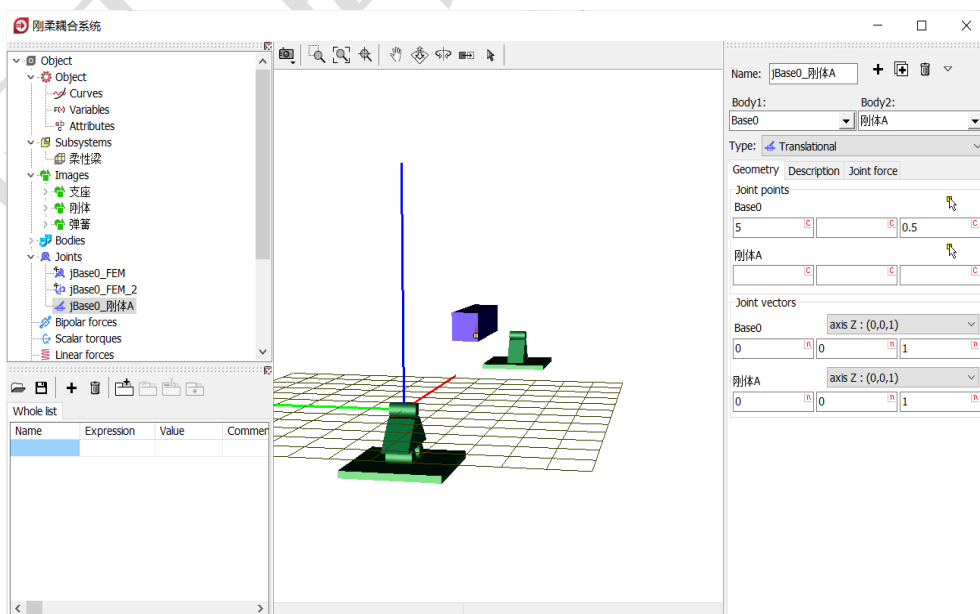

图 2-110
- 9) 创建第三个铰，**Body1** 选择 **Base0**，**Body2** 选择**刚体 A**，**Type** 为 **Translational**，**Body1** 的铰点坐标 **(5, 0, 0.5)**，**Body2** 的铰点坐标为 **刚体 A** 局部坐标系的原点，定义**刚体 A** 相对总体坐标系有沿 **Z** 轴平动的自由度，如图 2-110。